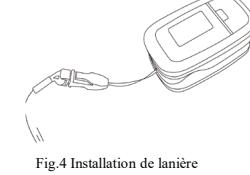

Fig.4 Installation de lanière
- B. Le grand côté de la lanière a été mis sur l'extrémité de la section la plus petite et la tension peut être (voir Figure 4)